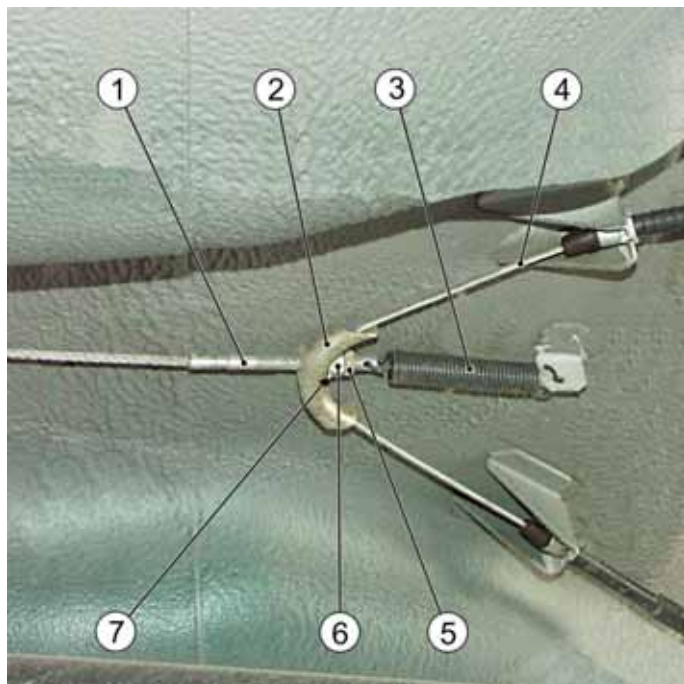

Рисунок 1 – Детали привода стояночного тормоза:
2.5 Отсоединить от переднего троса 1, рисунок 1, задний трос 4, привода стояночного тормоза.